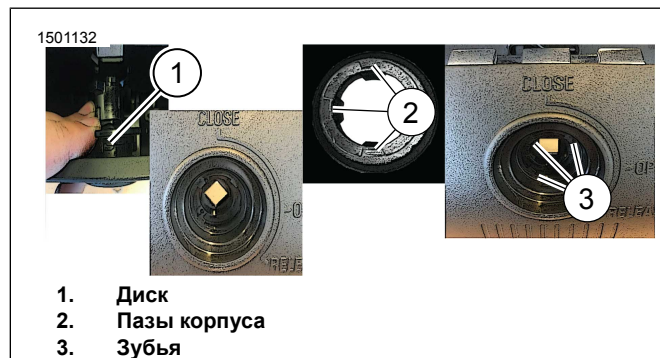

Рисунок 7. Корпус
- b. Рисунок 7 Задайте положение ротора (1) вручную.
- a. Рисунок 7 Совместите три паза (2) на корпусе с тремя зубьями (3) на рычаге разблокировки.